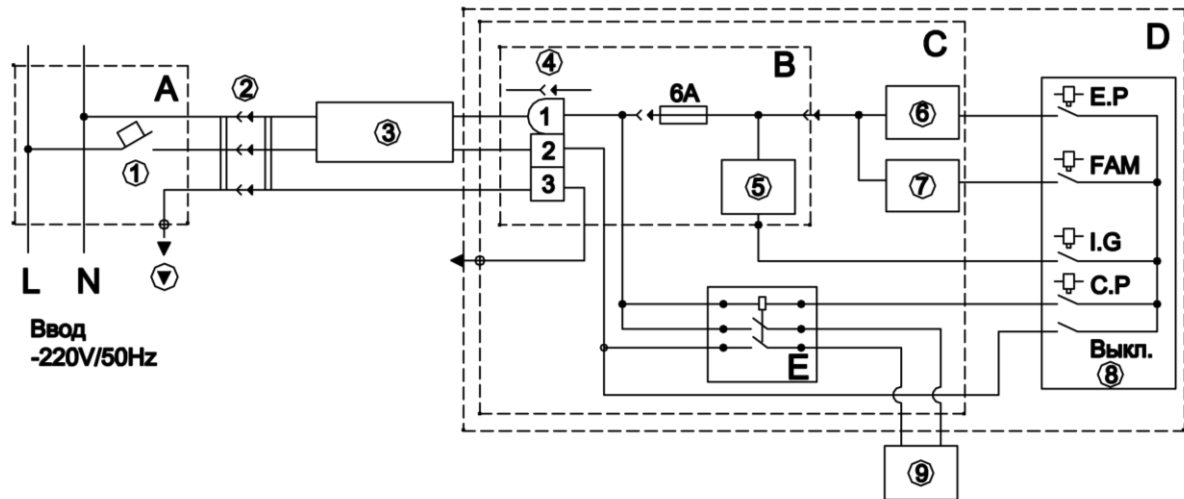
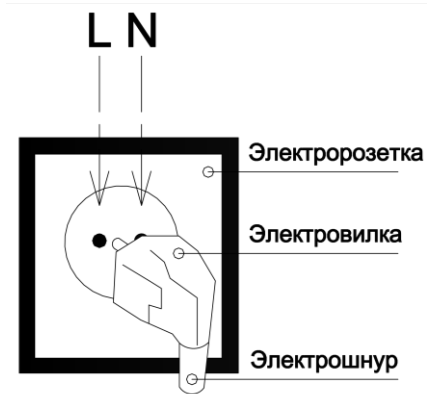

Рис. 33.
Рис. 35.
2. Подключение котла к электрической сети. (Рис. 33.)
2.1. Подключение котла к электрической сети отапливаемого объекта выполняется, как показано на схеме подключения котла к электросети (см. рис. 33. и рис. 35.).
2.2. Электрическое оборудование котла должно питаться от одного источника электроэнергии и выключаться при помощи одного выключателя. Для этого, на обогреваемом объекте, электропитание котла (см. рис. 33.) выполняется от распределительного шкафа «А», и отдельного автоматического выключателя 1.
3.3. Подачу электропитания на котел выполняет электрический соединитель, состоящий из розеточной и вилочной частей, см. рис. 35. Включение/выключение электропитания автоматики котла выполняет выключатель на блоке управления. Однако, когда выключатель на блоке управления находится в положении "Выключено", электропитание продолжает обеспечивать работу узла безопасности котла.
6. Порядок включения котла в электророзетку. (Рис. 35)
6.1. Коммутация проводов на электророзетке выполняется, как показано на рис. 35. Слева от лицевой стороны электророзетки к контактному винту подключается фазовый провод «L», справа к контактному винту подключается нулевой провод «N».
В комплекте котла поставляется электрошнур с электровилкой с зануляющим контактом с одной стороны и с разъемным соединением 3 PIN с другой стороны. Контакт "2" разъемного соединения 3 PIN (см. поз.4 на «Схеме подключения котла к электрической сети», рис. 33) через питающий провод соединяется с штифтом «L» электровилки (см. рис. 35.). Штифт «L» электровилки соединяется с гнездом «L» электророзетки.